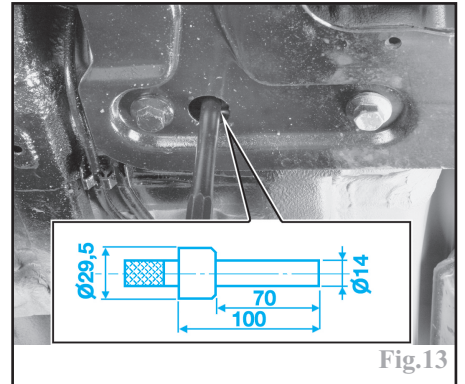

Fig.13
-centrer le berceau sur la caisse, à l'aide des outils (PSA 0623) au travers des emplacements situés de chaque côté du berceau (Fig.13).